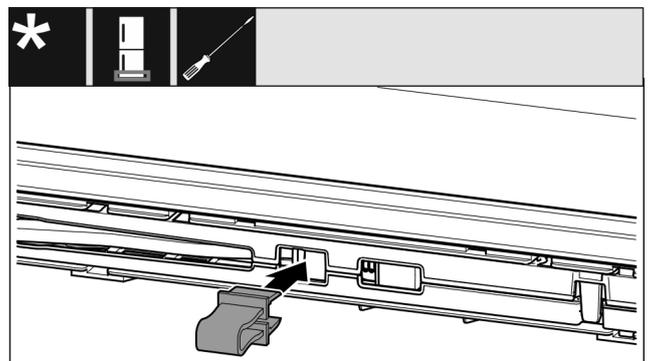

Fig. 15
- ▶ Зафиксируйте предохранитель в отверстии. (см. Fig. 15)